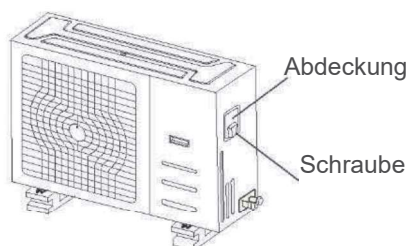

Abb. 8.1
2. Entfernen Sie die Klemmenabdeckung des Außengeräts. Wenn Sie keine Klemmenabdeckung am Außengerät befindet, demontieren Sie die Wartungsklappe und entfernen Sie die Schutzabdeckung. (Siehe Abb. 8.1 und 8.2)